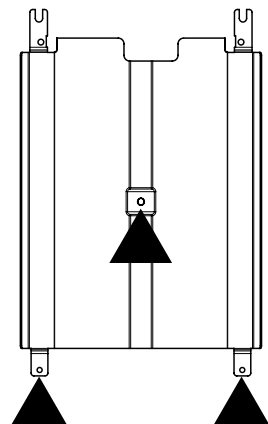

Figura 14b
2. El espaciador de llama está sujeto con dos pestañas o soportes de hombro y asegurados con tres tornillos. Retire los tornillos, deslice el espaciador de llama hacia atrás y levante el espaciador fuera de la cavidad del horno (consulte la Figura 14b).